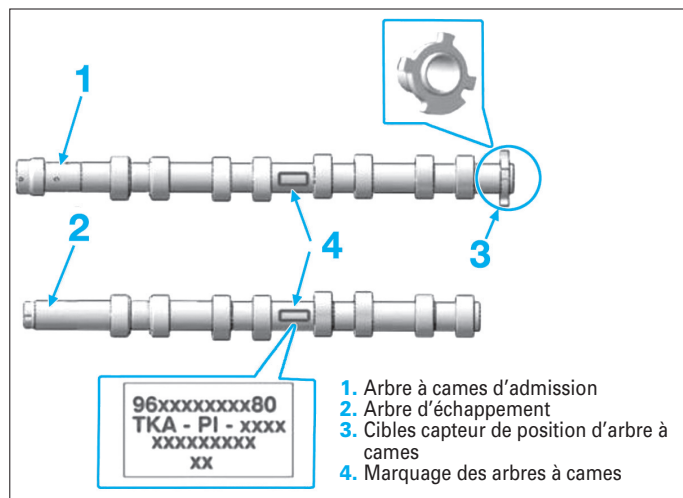

Fig. 17
Identification des marquages (4) entre les cames du 2° et du 3° cylindre (Fig.17) :